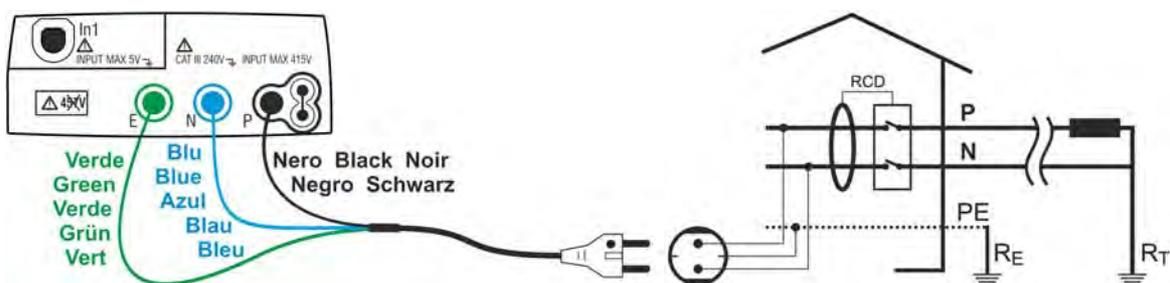

Fig. 4 : Connexion par fiche shuko
3. Introduire les connecteurs vert, bleu et noir du câble shuko à trois bornes dans les entrées correspondantes de l'instrument E, N, P. Autrement, utiliser les câbles simples et insérer les crocodiles correspondants dans l'extrémité des câbles restée dégagée. Le cas échéant, utiliser l'embout à distance en insérant son connecteur multipolaire dans l'entrée P. Connecter la fiche shuko, les crocodiles ou l'embout à distance au réseau électrique comme d'après les Fig. 4 et Fig. 5.